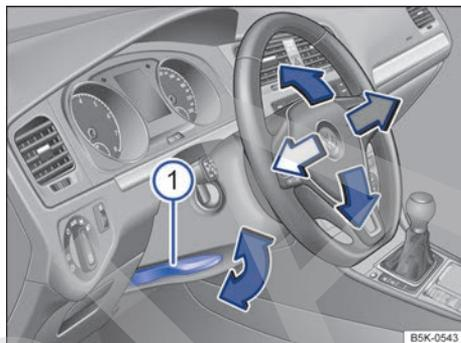

Fig. 67 Debajo del volante, en el guarnecido de la columna de dirección: palanca para el ajuste manual de la posición del volante.
- Tire hacia abajo de la palanca → fig. 67 .
- Después del ajuste, presione siempre la palanca → fig. 67  firmemente hacia arriba para que no se modifique la posición del volante accidentalmente durante la marcha.